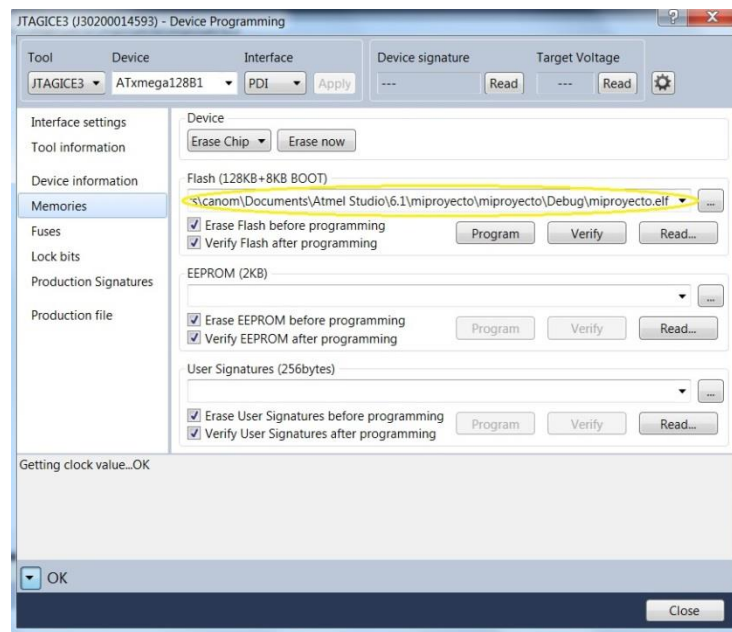

Figura 39 Programación de la tarjeta de desarrollo
13. Seleccionar *Memories*, verificar que en la casilla flash se encuentre el archivo miproyecto.elf y presionar *Program*. Figura 39